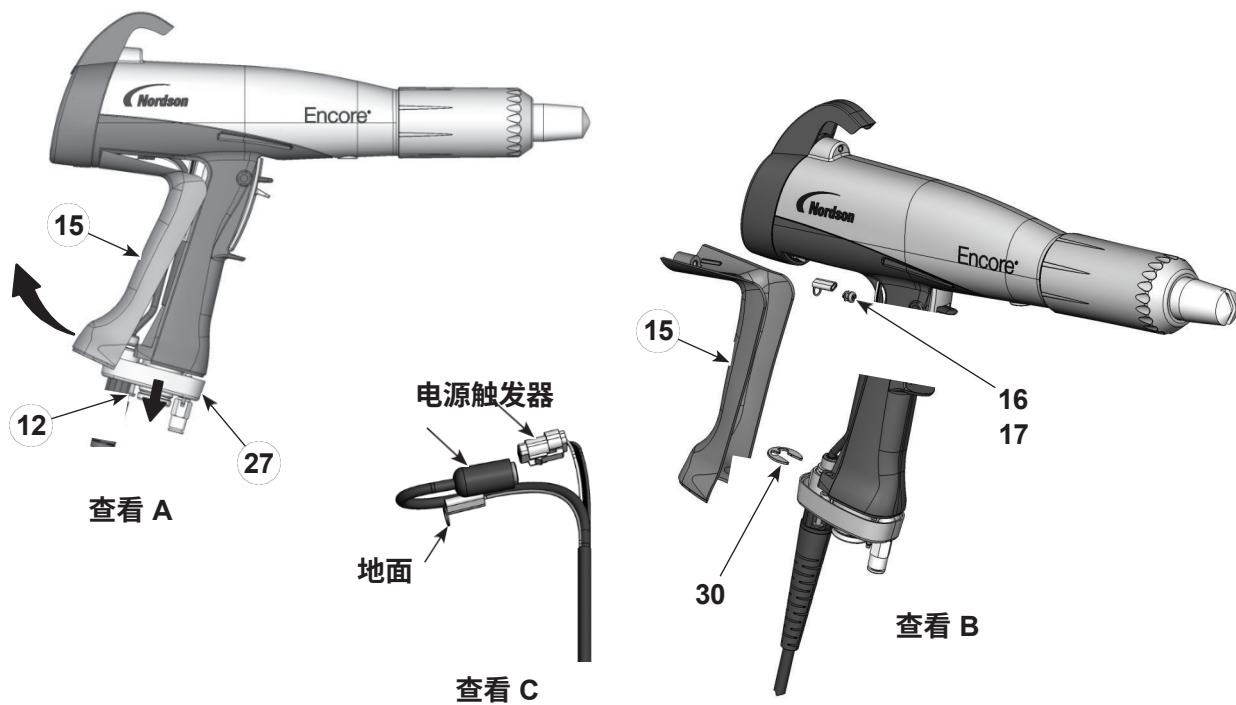

图 16 更换电缆
3. 见图 16，视图 A。松开固定手柄底座的两个 M3 x 20 螺丝 (12)。(27) 到手柄上。
4. 将底座从手柄上拉开，以释放地垫的底部边缘 (15) 从底座开始。
6. 请参见图 16，视图 B。
1. 参见图 16。将新电缆穿过手柄底座 (27)，然后安装 E 形环。(30) 在电缆上。
3. 用 M3 x 6 螺钉和锁紧垫圈 (16, 17) 将电缆终端连接到接地垫 (15)。
5. 将接地垫 (15) 的顶部钩住枪体，然后将其旋转到以下位置
1. 参见图 16。按照 *电缆拆除步骤 1-5* 中的说明拆除接地垫。不必断开接地电缆与接地垫的连接。